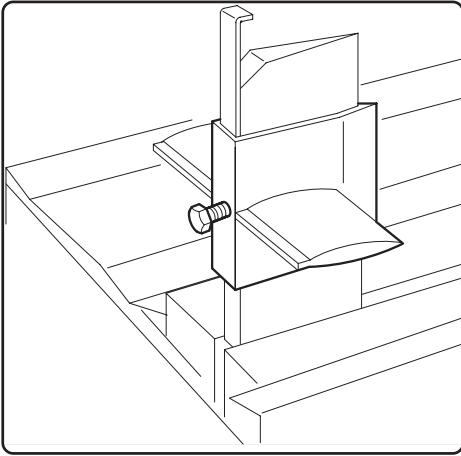

Fig. 9
- 2) Placera kniven med fyra lägen ovanför kniven med två lägen enligt fig. 9
- 3) Dra åt låsskruvarna helt (se fig.9) på kniven med 4 lägen.